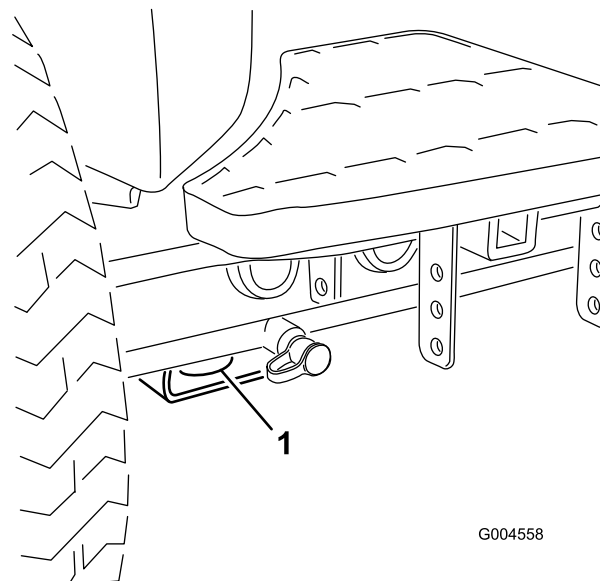

Figura 45
- Dianteira – o orifício na pastilha rectangular, por baixo do tubo do eixo, dentro de cada pneu dianteiro (Figura 45).